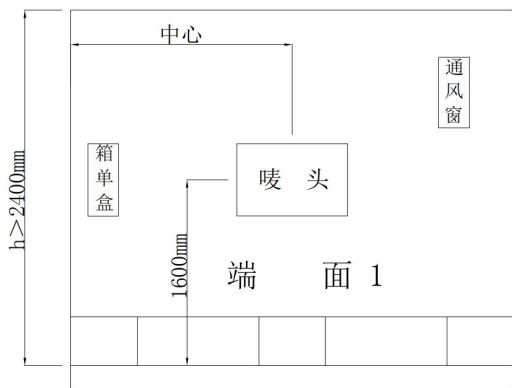
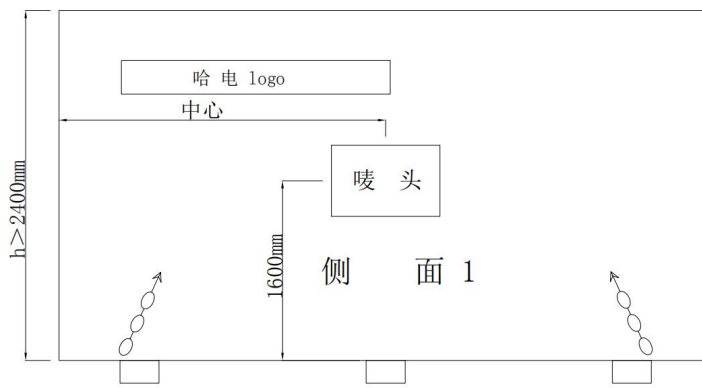

图 3. 高度大于 2400mm 的包装箱
图 4. 高度大于 2400mm 的包装箱
2、大型箱：对于包装箱整体高度大于 2400mm，应确保唛头的中心钉挂高度为 1600mm，并在端面和侧面居中钉挂，如图 3、图 4 所示。